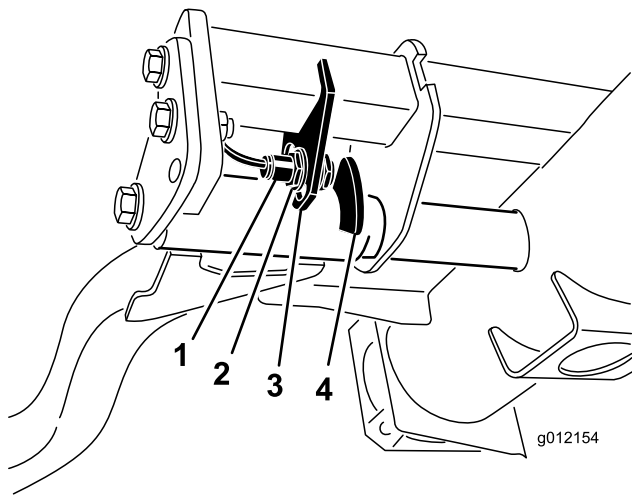

Bild 36
2. Der Hubarmschalter befindet sich unter dem Hydraulikbehälter hinter dem rechten vorderen Hubarm (Bild 36).
3. Lösen Sie die Befestigungsschrauben des Schalters und schieben den Schalter nach unten, um die Wendehöhe des Hubarms zu erhöhen, oder schieben Sie den Schalter nach oben, um die Wendehöhe des Hubarms zu verringern (Bild 36).